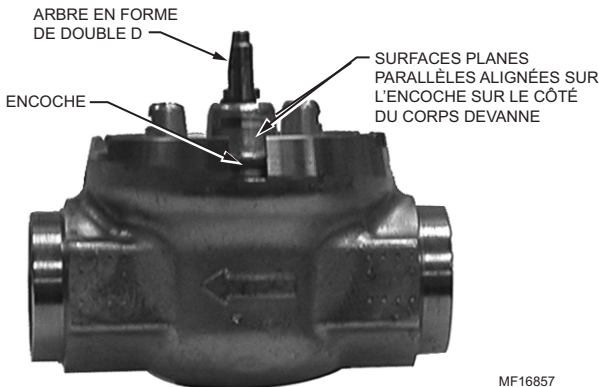

Fig. 5. Position de l'arbre.
1. Aligner les surfaces planes parallèles de l'arbre du corps de vanne en forme de double D et l'encoche sur le côté du corps de vanne (90° par rapport au sens de l'écoulement de l'eau.) Voir la Fig. 5. Le raccordement de l'actionneur est ainsi plus facile.